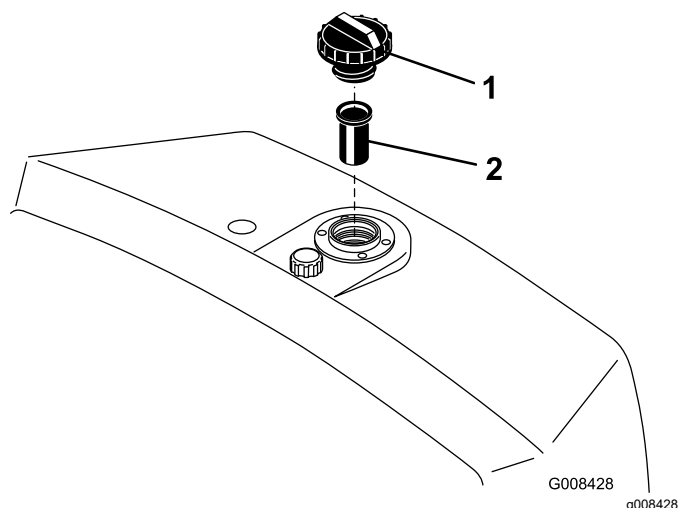

図 49
2. オイルタンクのキャップを取って油量を点検する。補給口の首の根元部分まであれば適正である 図 49。